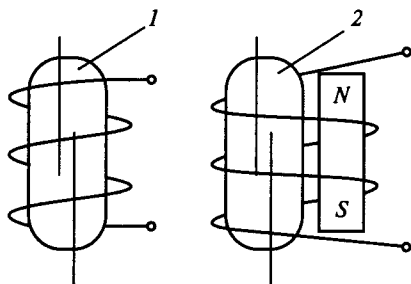

Рис. 272
**12.16.** Электромагнитные реле на герметичных контактах (герконах) обладают большим сроком службы и высоким быстродействием. Они хорошо сопрягаются с микросхемами. Какой из двух контактов реле, показанных на рис. 272, работает на замыкание, и какой на размыкание?